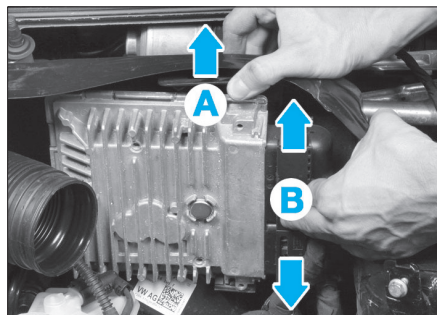

FIG. 54
- Dégrafer le calculateur en (A) puis débrancher les deux connecteurs en (B) (Fig.54).